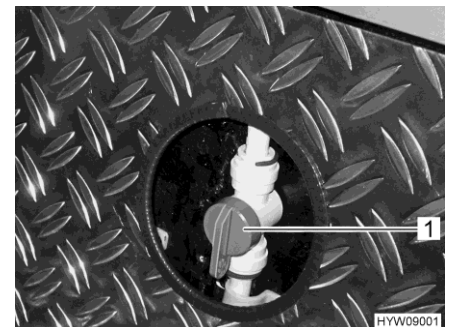

Fig. 134 Valvola di mandata (riscaldamento garage di coda)
- Collocare la maniglia (Fig. 134,1) sulla valvola di mandata per il riscaldamento garage di coda in posizione parallela rispetto alla tubatura del riscaldamento. Il riscaldamento garage di coda sarà al massimo.
- Collocare la maniglia (Fig. 134,1) sulla valvola di mandata per il riscaldamento garage di coda nella posizione desiderata. In questo modo la distribuzione dell'acqua calda verso il garage di coda può essere regolata in modo continuo.
- Collocare la maniglia (Fig. 134,1) sulla valvola di mandata per il riscaldamento garage di coda trasversalmente rispetto alla tubatura del riscaldamento. Il riscaldamento garage di coda viene quindi spento.